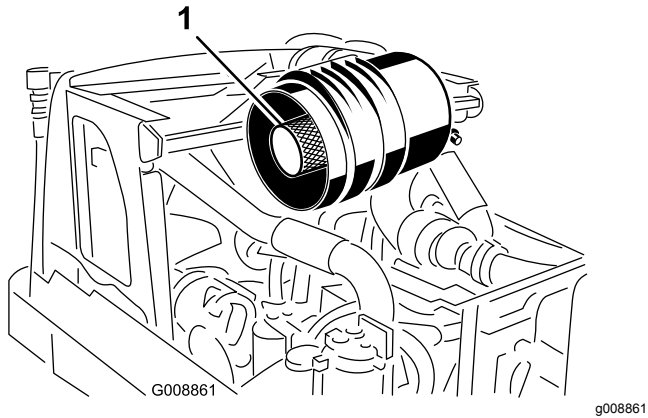

图 47
**重要事项** 切勿尝试清洁安全滤芯。每维护3次主滤芯后应更换一次安全滤芯图 47。